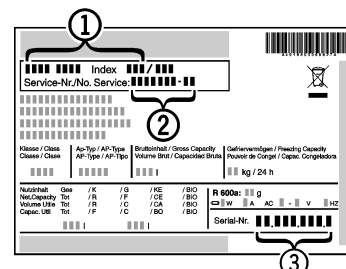

Fig. 5
- Apparaataanduiding *Fig. 5 (1)*, service-nr. *Fig. 5 (2)* en serie-nr. *Fig. 5 (3)* van het typeplaatje aflezen. Het typeplaatje bevindt zich aan de linkerkant binnen in het apparaat.
- Contact opnemen met de Technische Dienst en het probleem, apparaataanduiding *Fig. 5 (1)*, service-nr. *Fig. 5 (2)* en serie-nr. *Fig. 5 (3)* mededelen.